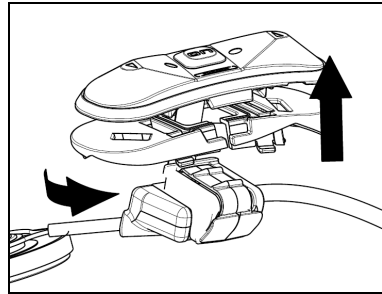

Abb. 15
- Drehen Sie die Halterung für die Tastenvorrichtung auf die Weise, dass sie wie auf Abb. 15 dargestellt zu liegen kommt, und machen Sie sie an der Tastenvorrichtung fest;